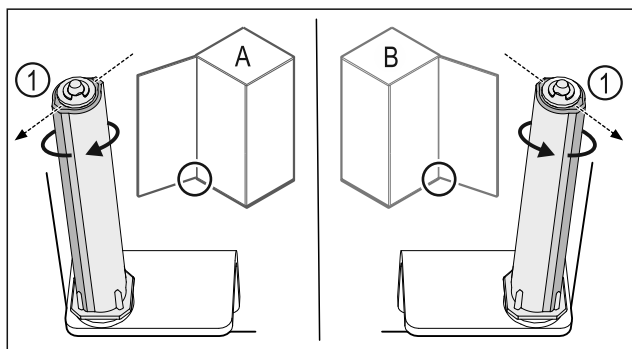

Fig. 54 Lewy ogranicznik (A) / prawy ogranicznik (B)
- ▶ Przekręcić system blokujący w kierunku przeciwnym do oporu, aż pręt systemu blokującego Fig. 54 (1) będzie skierowany na zewnątrz.